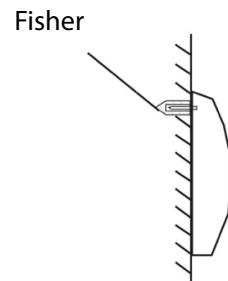

Fig.3
4. Montieren Sie das Gerät an der Wand (Fig. 3).